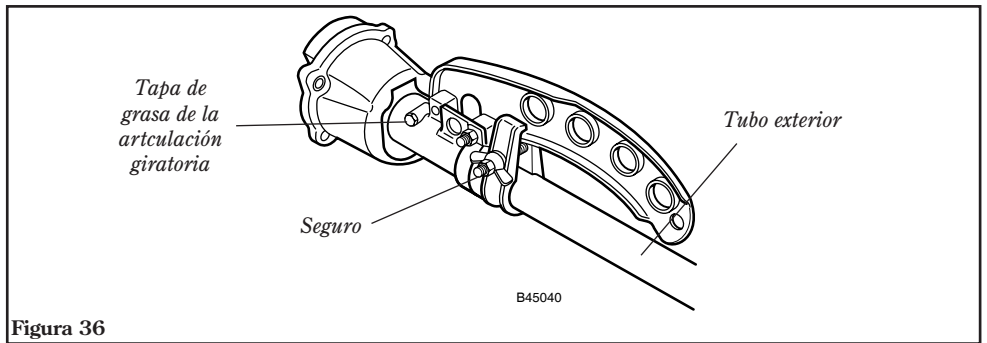

Figura 36
- Retire el perno de coyuntura giratoria de lubricación y lubrique la coyuntura con el lubricante para caja de engranajes Shindaiwa (número de repuesto 13-57). Consulte figura 36.